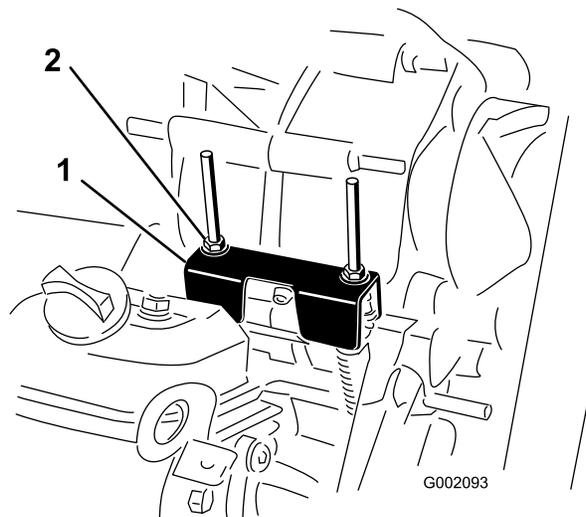

Figura 59
3. Aperte uma porca de bloqueio (Figura 59) para atingir uma folga de 0,76–1,52 mm.
Sempre que for necessário efetuar operações de manutenção programada e/ou diagnósticos do motor, deverá colocar o conjunto eixo-transmissão na posição de ponto-morto (Figura 59). A alavanca de mudanças da máquina possui uma posição de ponto-morto que controla a posição neutra do conjunto eixo-transmissão. Deverá executar as seguintes operações para se certificar de que a alavanca de mudanças controla a posição neutra do conjunto eixo-transmissão de forma correta:
2. Certifique-se de que o suporte neutro está na posição NEUTRA (ao nível do suporte do cabo ao capot situado por baixo do suporte das mudanças), rodando a embraiagem (Figura 59).